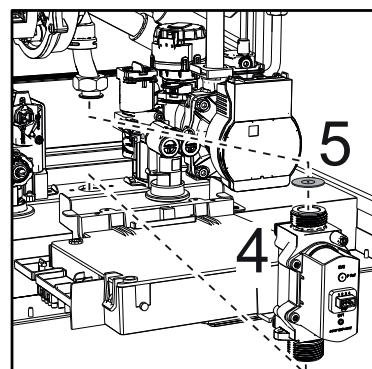

fig. 53 -
- Estrarre la valvola a gas "4" e il diaframma gas "5" ("fig. 53 -").